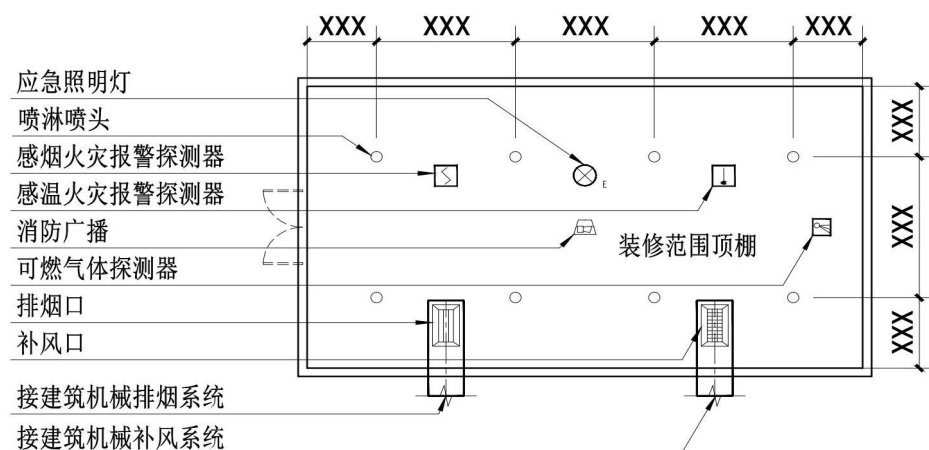

图2.3 综合顶棚布置图
2.3.2 综合顶棚布置图可参照图 2.3 绘制；依据国家工程建设消防技术标准不需要设置的消防设施，图中无需表达。